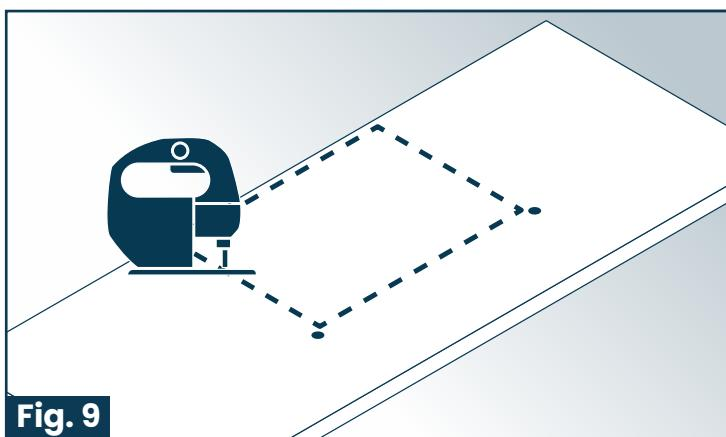

Fig. 9
5. Découpez l'ouverture à l'aide d'une scie ou d'un outil similaire. (Fig. 9)